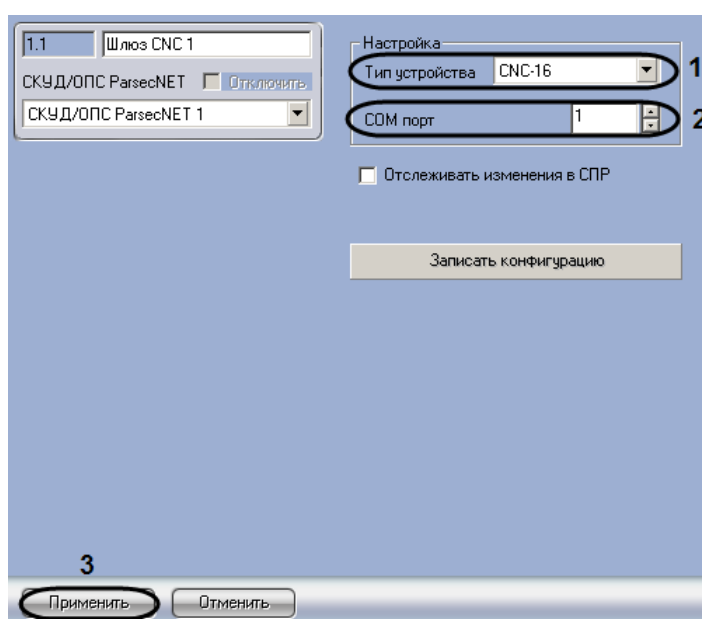

Рис. 3.3—4 Задание СОМ-порта подключения оборудования *СКУД/ОПС ParsecNet*
- Перейти на панель настроек объекта **Шлюз CNC** (Рис. 3.3—4).
- Из раскрывающегося списка **Тип устройства** выбрать значение **CNC-08** или **CNC-16**, соответствующее типу подключенного ЦКС (см. Рис. 3.3—4, 1).
- В поле **СОМ-порт** ввести с помощью кнопок **вверх-вниз** порт подключения оборудования *СКУД/ОПС ParsecNet* (см. Рис. 3.3—4, 2).